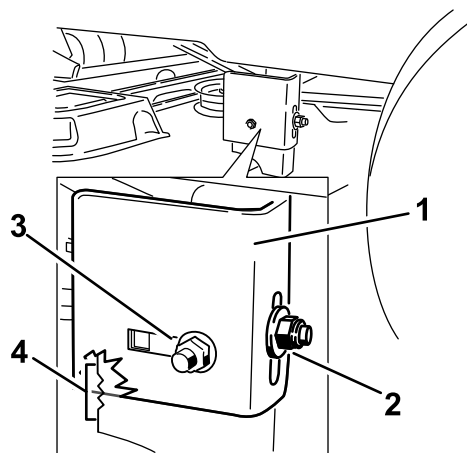
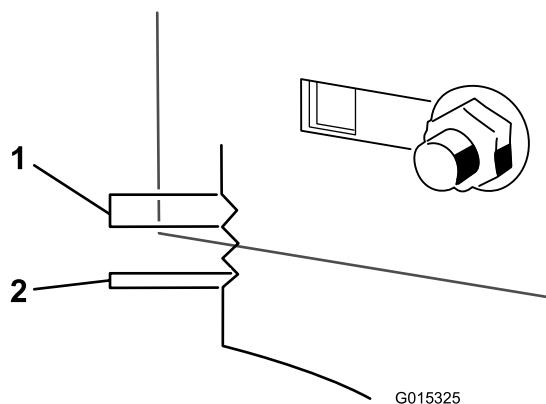

Figura 60
Figura 61
8. Allentate il dado di bloccaggio posteriore sul supporto di sospensione (Figura 60).
9. Allentate il dado di bloccaggio laterale sul supporto di sospensione appena a sufficienza per poter regolare la sospensione (Figura 60). Utilizzate le tacche sulla staffa saldata per prendere le misure delle regolazioni. La superficie di ciascuna tacca corrisponde a 6 mm, mentre un singolo lato corrisponde a 3,2 mm (Figura 61). Regolate l'altezza del piatto di taglio sul valore desiderato.
10. Fermate il piatto di taglio nella posizione regolata e serrate il dado di bloccaggio laterale sul supporto di sospensione per fissare la nuova posizione (Figura 60). Serrate il dado di bloccaggio posteriore sul supporto di sospensione.